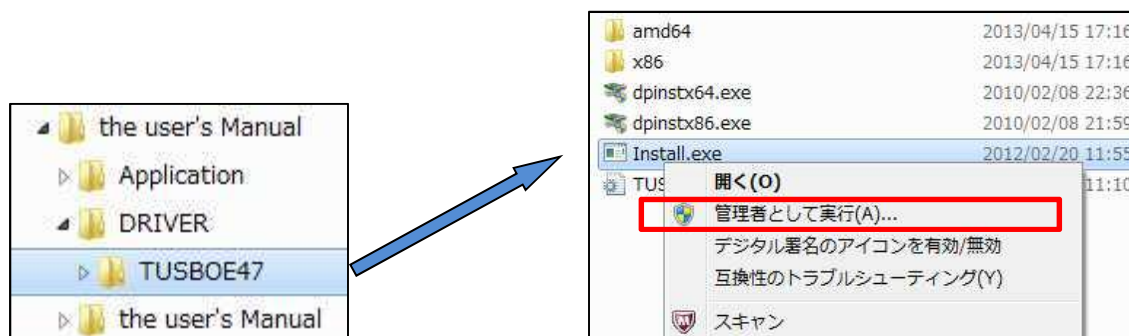

図 4.1-1 インストール実行画面
① ドライバのインストール
- 「DRIVER」→「TUSBOE47」内にある【Install.exe】を右クリックし「**管理者として実行**」を選択してください(図 4.1-1)。